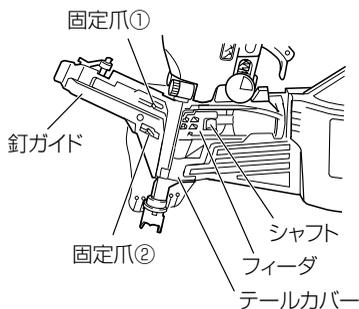

図 31
- 図 31 のように釘ガイドを開いて、付着しているごみやほこりを掃除し、特にフィーダの摺動する溝とシャフト部には付属の油を注油してください。また、固定爪①と固定爪②を指で押し、動作がスムーズであるか確認してください。